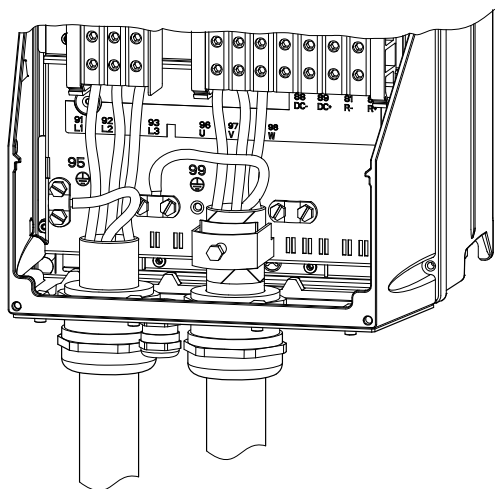

Fig. 18 Conexión de motor y red, C1 y C2
1. Conecte el conductor de tierra al terminal 95 (PE). Véase la fig. 18.
1. Conecte el conductor de tierra al terminal 99 (PE). Véase la fig. 18.
2. Conecte los conductores del motor a los terminales 96 (U), 97 (V), 98 (W).